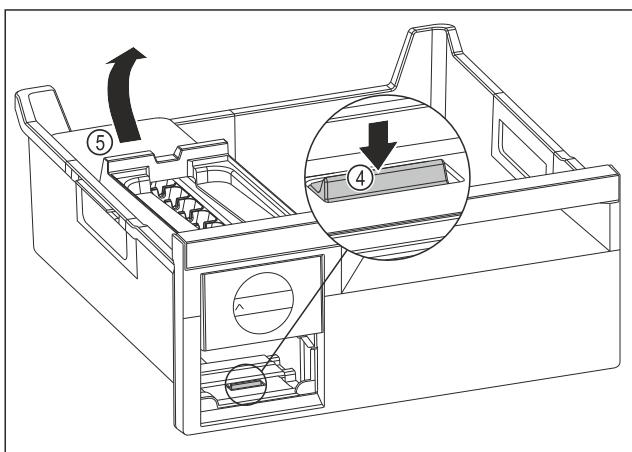

Fig. 78
- Изваждане на корпуса на EasyTwist-Ice: Натиснете езичето Fig. 78 (4) с пръст надолу и едновременно с това с другата ръка повдигнете корпуса на EasyTwist-Ice Fig. 78 (5) отзад.